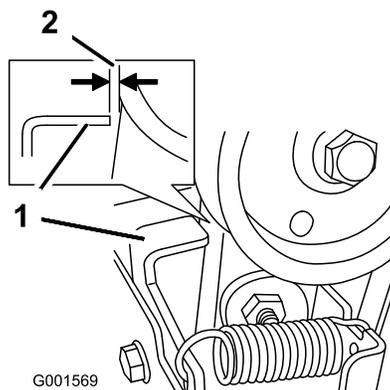

Figure 42
3. Lorsque le levier de commande de la vis sans fin/turbine est désengagé, vérifiez qu'un écart de 1,5 mm (1/16 po) existe entre l'embrayage de la vis sans fin et la patte, comme montré à la Figure 42.